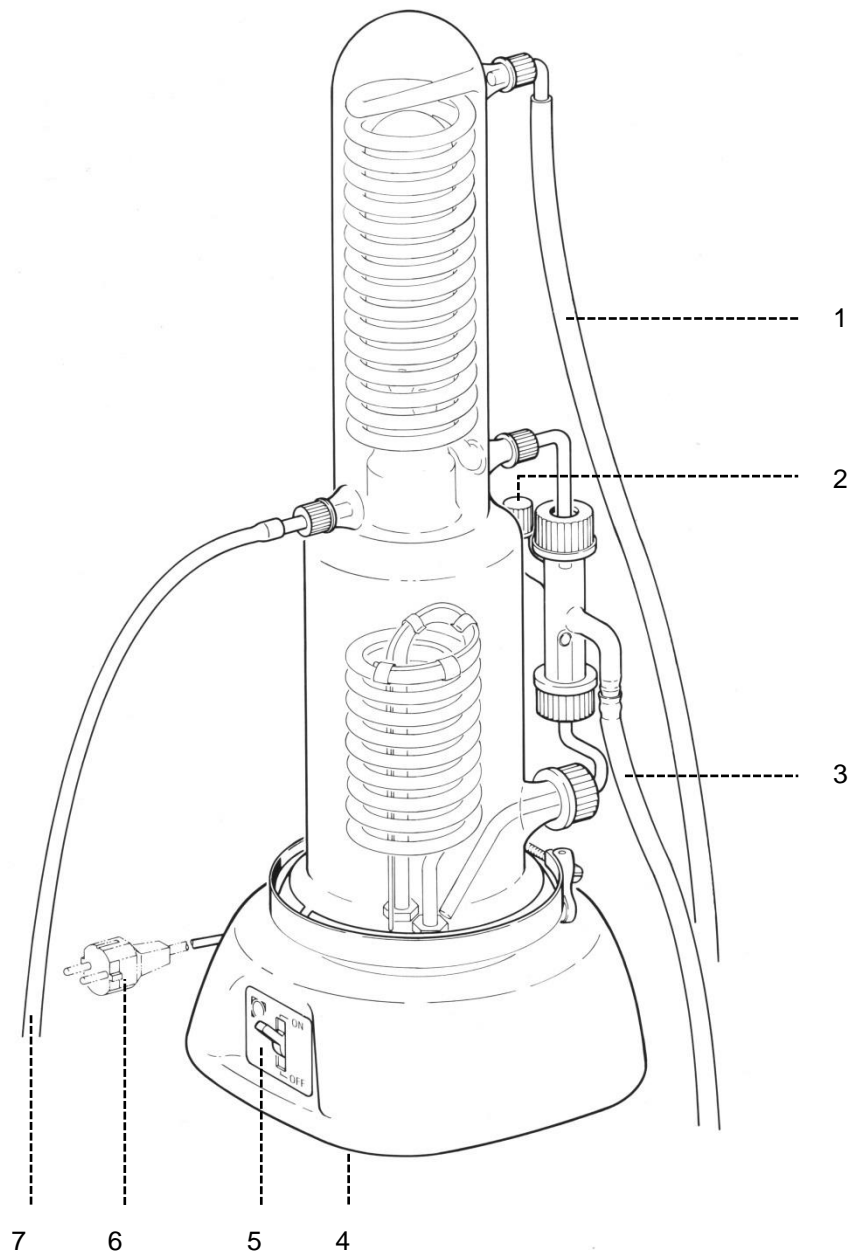

Abb. 1
1. Das Wasserdestillationsgerät gemäß Abb. 1 anschließen.